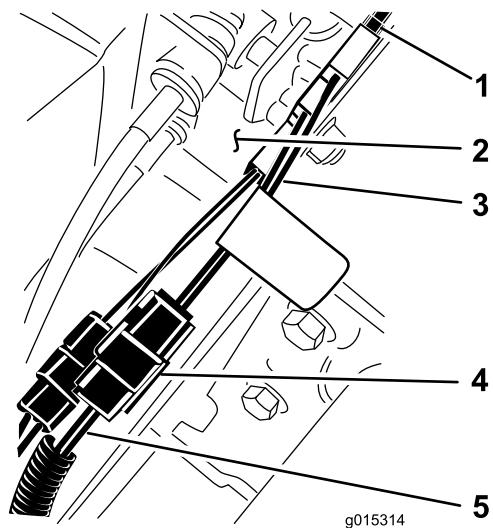

Figura 3
5. Ligue a cablagem de ligação ao interruptor e ao conector, com o fio azul e amarelo, na cablagem do veículo próxima da alavanca de mudanças (Figura 3).